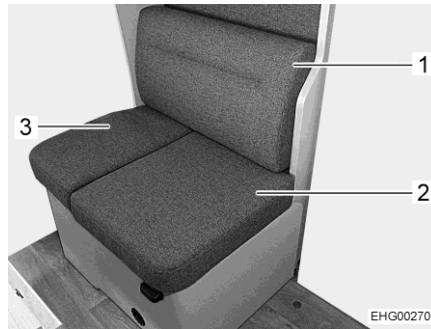

Fig. 10 Quitando los cojines
- Quitar el cojín del respaldo (Fig. 10,1) del banco longitudinal.
- Quitar el cojín del asiento grande y el pequeño (Fig. 10,2 y 3) del banco longitudinal.